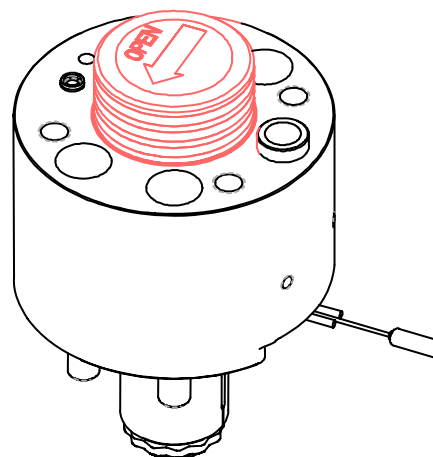

Fig. 78 – Déplacer le piston dans le sens de la flèche
7. Extraire maintenant le piston de la tête de l'aiguille (Fig. 78), en le déplaçant d'un côté dans le sens de la flèche (voir surface supérieure du piston).